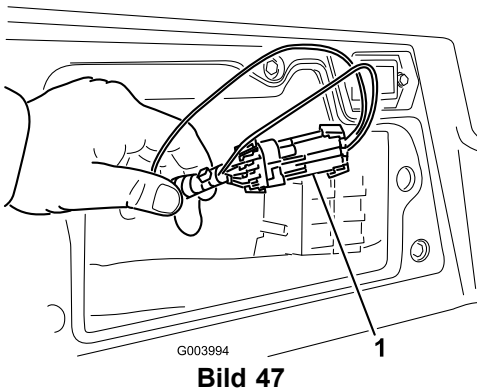

Bild 47
3. Ermitteln Sie den Kabelbaum und die Stecker in der Nähe des Controllers (Bild 47).